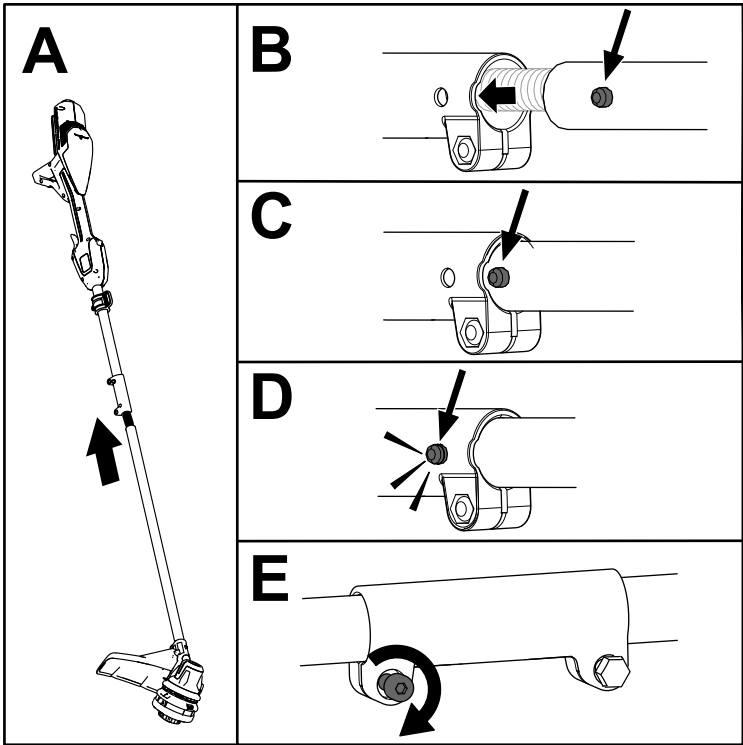

Figure 3
1. Dépliez le manche (A de la Figure 3).
2. Placez le bouton de verrouillage situé sur la moitié inférieure du manche en face du trou situé sur la moitié supérieure, et emboîtez-les 2 moitiés ensemble (B et C de la Figure 3).
**Remarque:** Le bouton de verrouillage s'enclenche dans le trou quand les deux moitiés du manche sont correctement emboîtées (D de la Figure 3).
3. À l'aide d'une clé Allen, serrez la vis sur le connecteur du manche jusqu'à ce qu'il soit bien fixé (E de la Figure 3).